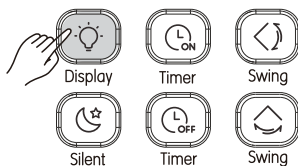

Imagen 3.13
1) Cuando el control remoto esté encendido o apagado, pulse  (consulte la Imagen 3.13), y la pantalla de la unidad interior se enciende;